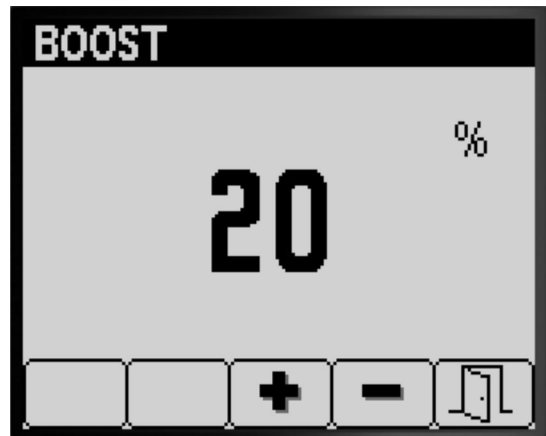

Figure 9
- Appuyez sur le bouton 4 pour sélectionner l'option « % intensif » (Figure 9).
- Appuyez sur le bouton 3 ou 4 pour augmenter ou réduire le pourcentage de débit intensif (Figure 9).